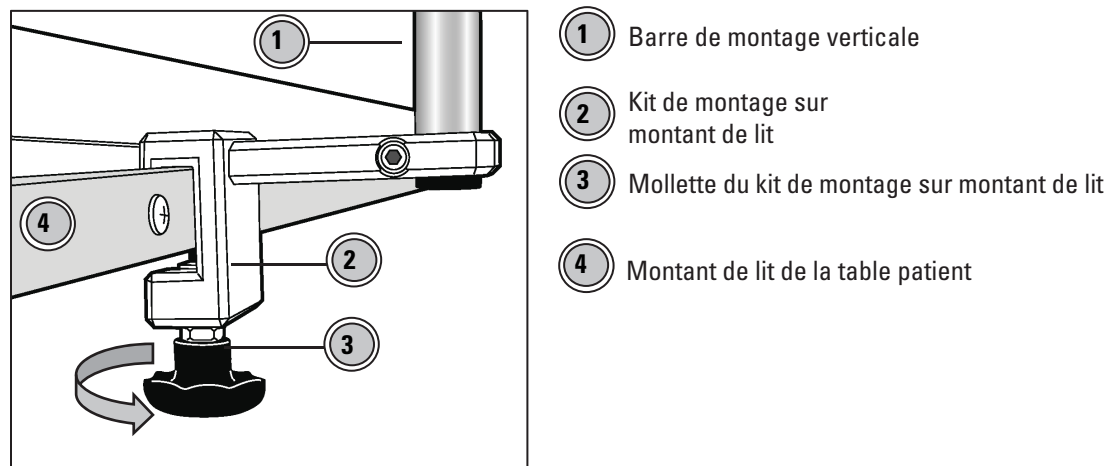

Figure 5. Montage du FFR Link au-dessus de la table patient
1. Fixer le kit de montage sur montant de lit au montant de la table patient avec la barre de montage verticale dépassant du montant. Voir la figure 5.